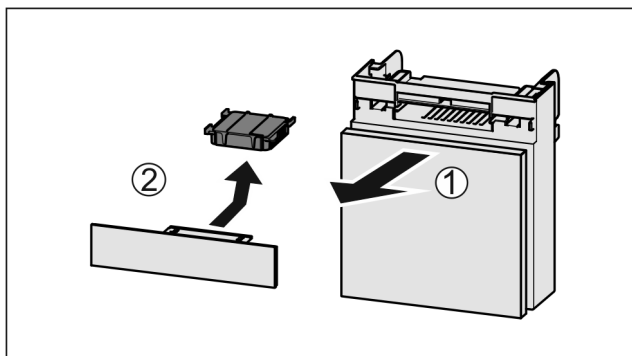

Fig. 120
- Zásuvku vytáhněte dopředu Fig. 120 (1).
- Filtr s aktivním uhlím vyjměte Fig. 120 (2).